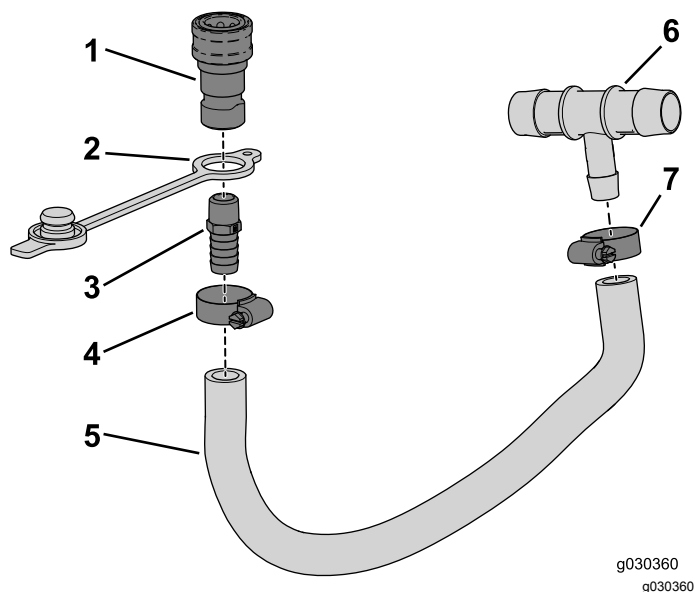

Figure 9
- Placez le bouchon protecteur sur l'extrémité fileté du raccord droit (Figure 9).
- Vissez le raccord droit (3/8 NPT x 0,625 cannelé) dans le raccord femelle (Figure 9).
- Insérez l'extrémité cannelée de l'ensemble dans le flexible et fixez-le avec le collier (1/2 à 1-1/4"), comme montré à la Figure 9.
- Insérez l'extrémité cannelée du raccord en T dans le flexible et fixez-le avec le collier (1/2 à 1-1/4"), comme montré à la Figure 9.
1. Retirez les obturateurs qui protègent les trous dans le tube de support (Figure 9).